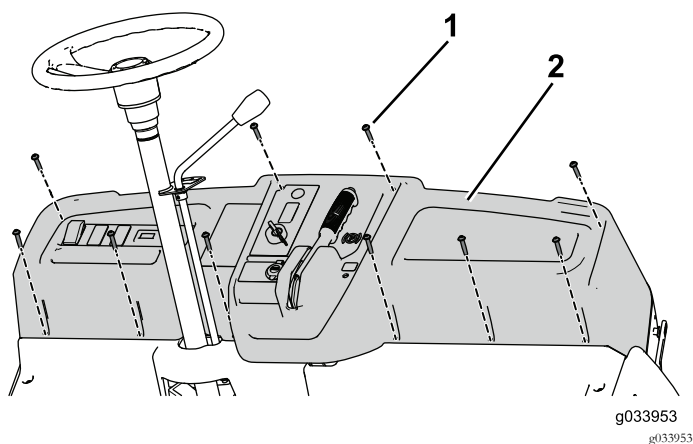

Figure 12
6. Retirez et mettez de côté les 10 vis (1/4" x 1 1/4") pour déposer en partie le tableau de bord et détachez les câbles de frein de stationnement, d'accélérateur et d'inverseur de marche (Figure 12).